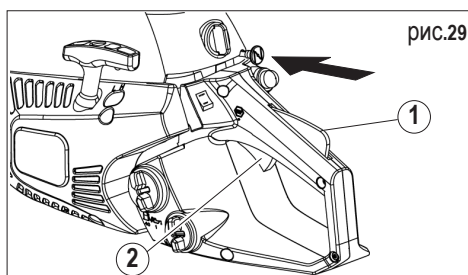

рис.29
6) Нажмите полностью ручку подачи воздуха (рис. 29), так, чтобы **“ФИКСАТОР АКСЕЛЕРАТОРА”** оставался включенным.
8) Нажмите ладонью фиксатор рычага акселератора (рис.29, поз. 1), а затем нажмите рычаг акселератора (рис.29, поз. 2); произойдет отключение **“ФИКСАТОРА АКСЕЛЕРАТОРА”** и двигатель будет работать на минимальных оборотах.